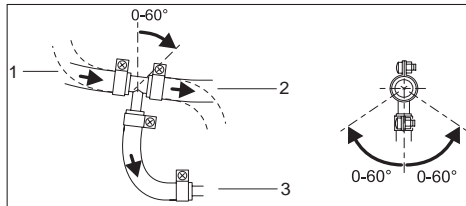

Fig. 13: Exemple : position de montage préleveur de combustible conduite d'amenée
- il faut poser le préleveur de combustible de telle manière à ce que les bulles d'air ou de gaz puissent s'écouler de manière autonome en direction du réservoir du véhicule. Voir Fig. 13.